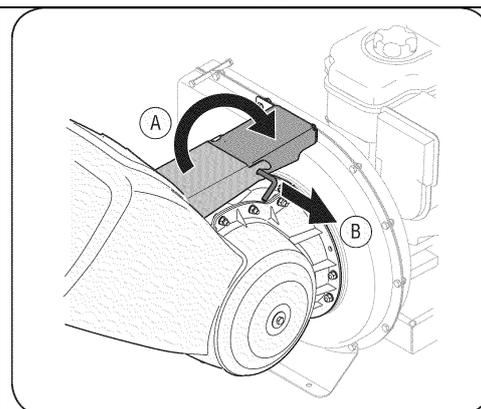

Рис.2
5. Выньте стержень из крепления (смотри рисунок 2).